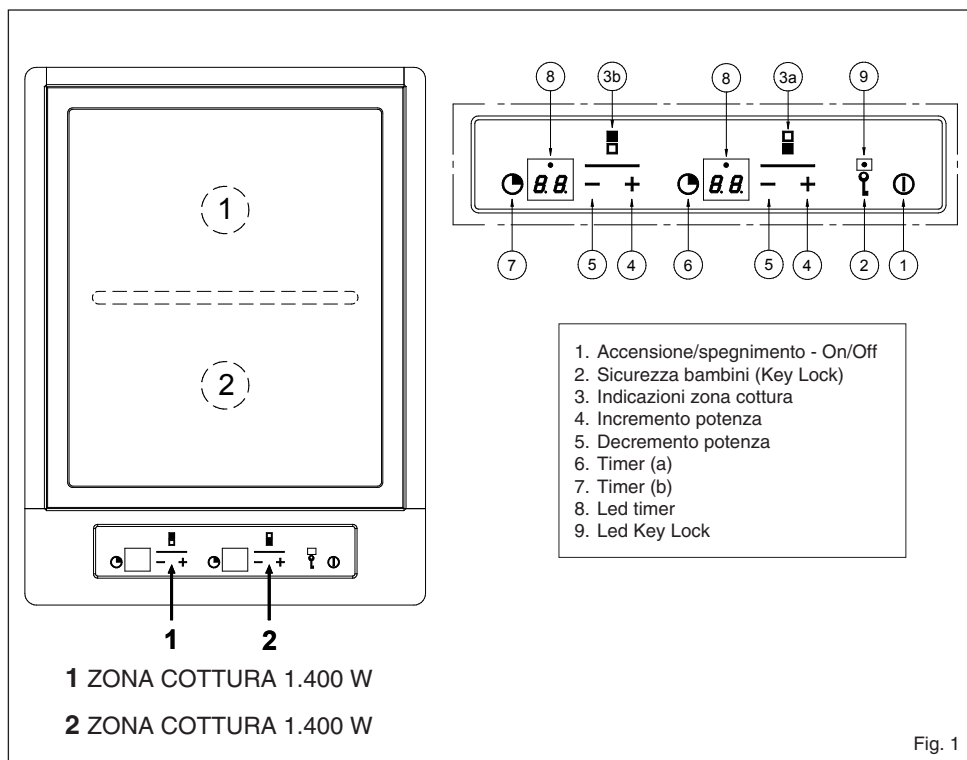

Fig. 1
- Il livello di potenza sul quale è leggibile l'impostazione (vedi Fig. 1 posiz. 8) consente di mantenere costante la temperatura desiderata. In tal modo si evita il surriscaldamento delle pietanze, a vantaggio di una cottura povera di grassi e che preserva il contenuto nutritivo degli alimenti.
## Accensione/ spegnimento del Touch Control (Fig. 1)
I livelli di cottura e di potenza delle zone di cottura vengono visualizzati tramite un display (posiz. 8 Fig. 1). Secondo standard vengono visualizzati i livelli di potenza con i numeri da "1" a "9".